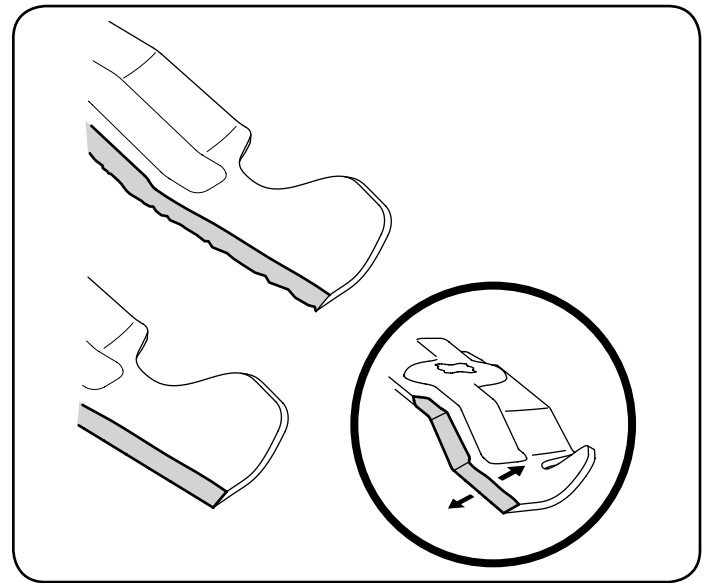

Figura 32
3. Para afilar las cuchillas de corte correctamente, extraiga cantidades iguales de metal de ambos extremos de las cuchillas a lo largo de los bordes cortantes, paralelo al borde de caída, a un ángulo de 25° a 30°. Vea la Figura 32.